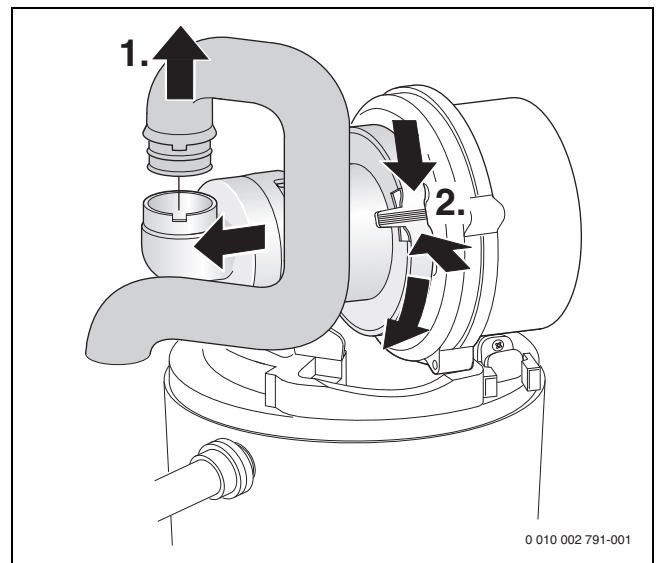

Bild 42 Saugrohr und Mischeinrichtung ausbauen
- Mischeinrichtung ausbauen (→ Bild 42).